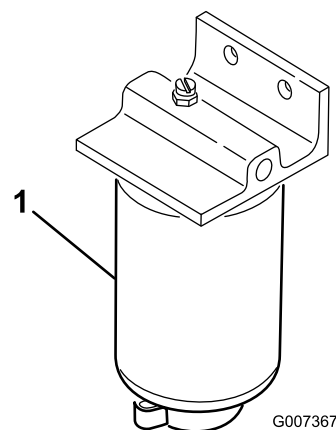

Figure 46
1. Placez un bac de vidange propre sous le filtre à carburant (Figure 46).
2. Nettoyez la surface de montage du filtre (Figure 46).